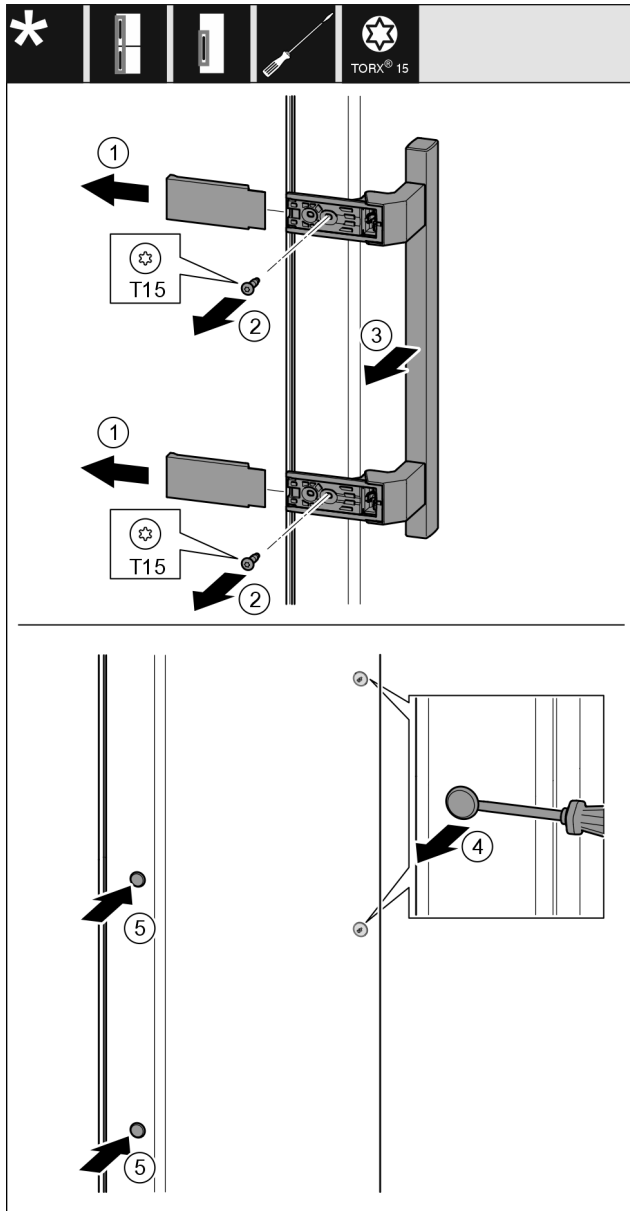

Fig. 24
- Abdeckung Fig. 24 (1) abziehen.
- Schrauben Fig. 24 (2) mit Schraubendreher herausdrehen.
- Griff Fig. 24 (3) abnehmen.
- Seitlichen Stopfen Fig. 24 (4) vorsichtig mit einem Schlitzschraubendreher anheben und herausziehen.
- Stopfen Fig. 24 (5) auf der anderen Seite wieder einsetzen.